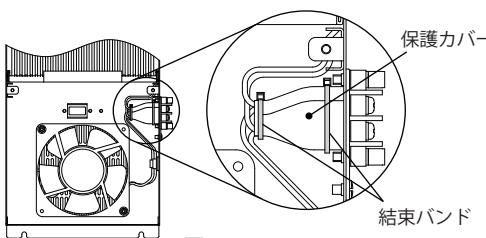

図5
- 結束バンドを切り、保護カバーを剥がしてください。(図5)